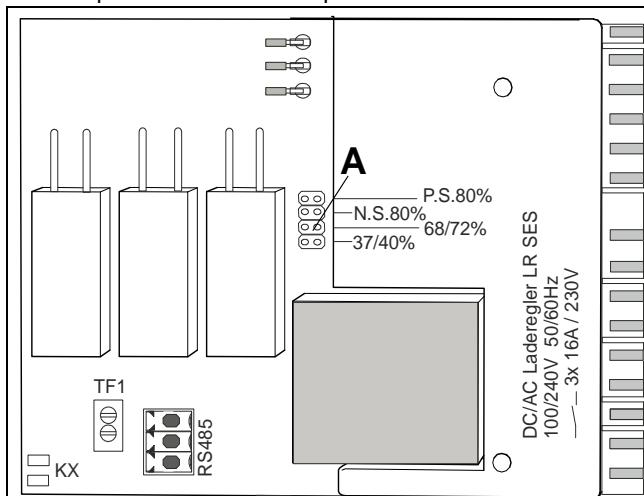

Fig.23: Regolatore di carica con connettore di programmazione (A) segnale ED
Se l'accumulatore di calore viene fatto funzionare su altri sistemi ED, il connettore di programmazione (A) Fig. 23, deve essere spostato nella relativa posizione.